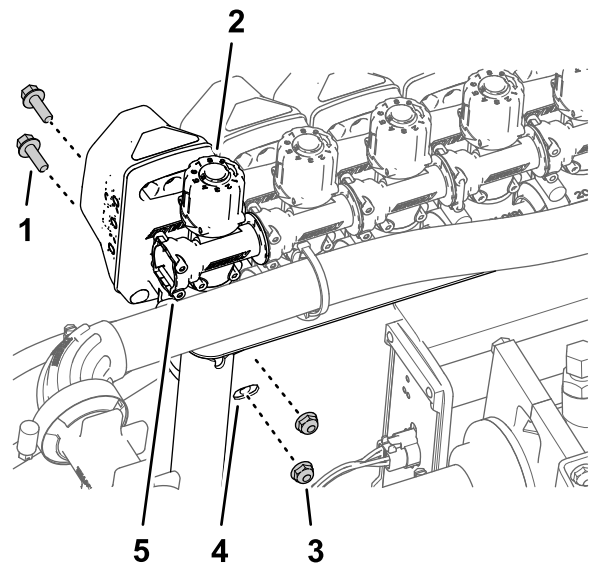
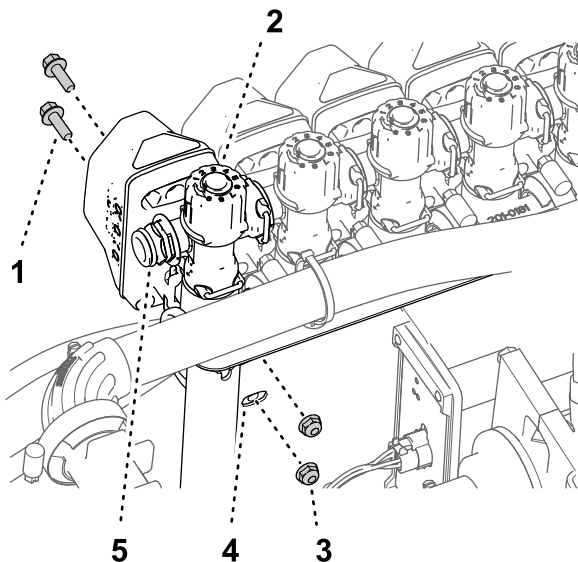

Bild 107
Bild 106
3. Befestigen Sie das Düsenventil 10 mit den zwei Bundkopfschrauben ($\frac{1}{4}'' \times \frac{3}{4}''$) und zwei Sicherungsmuttern ($\frac{1}{4}''$), die Sie in Schritt 2 in Abnehmen der Abschnittventile von der Verteilerbefestigung \(Seite 35\) entfernt haben, an der Ventilbefestigung (Bild 106 oder Bild 107).